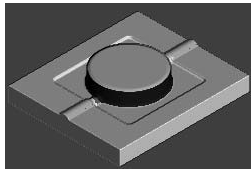

图 3-197 仿真加工结果
2) 在“仿真”工具栏的“当前刀具路径”下拉列表中选择要模拟的刀具路径 finish5, 然后单击“执行”按钮, 系统开始自动仿真加工, 仿真加工结果如图 3-197 所示。